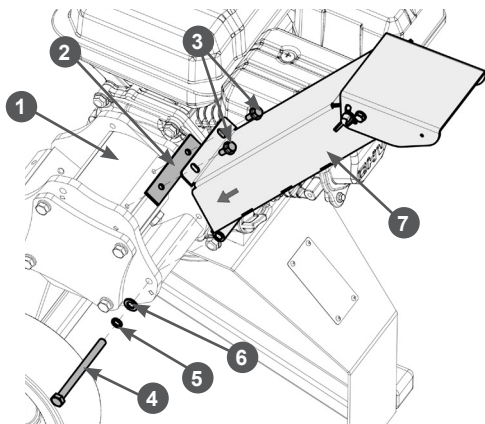

Рис. 6. Установка желоба выброса
- совместите отверстия в трубке на нижней стенке желоба 7 с отверстиями для болта на корпусе 1 измельчителя, вставьте болт (4) М8х120 с установленными на нем пружинной шайбой 5 и шайбой 6, после чего закрутите болт 4 (Рис. 6);
- поднимите желоб 7 выброса вверх, установите между корпусом 1 измельчителя и желобом резиновую прокладку 2 и окончательно закрепите желоб на корпусе измельчителя с помощью двух болтов (3) М6 с фланцем (Рис. 6).